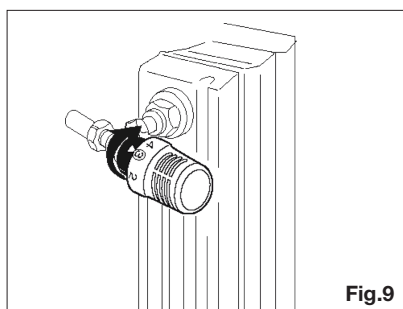

Fig.9
- 4) avvitarlo manualmente la ghiera nichelata fino a battuta (**Fig.9**).